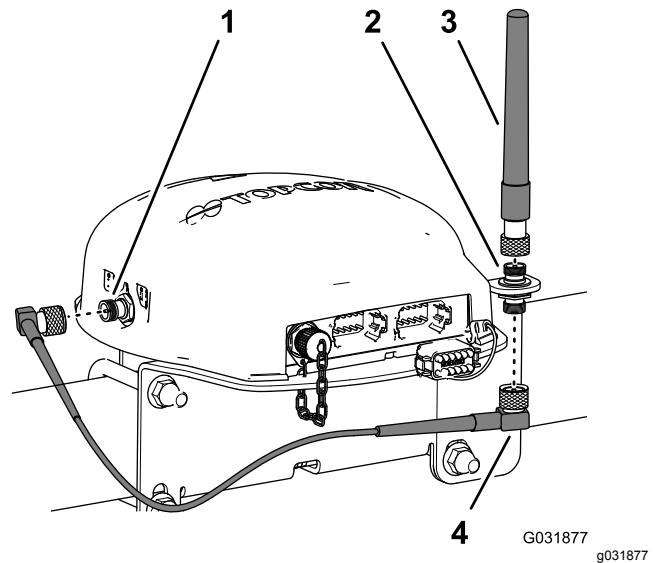

Figura 128
4. Monte sem apertar o cabo da antena na união inferior do acoplador coaxial (Figura 128).
5. Passe o cabo pela traseira do recetor de navegação para o conector coaxial do modem celular CDMA ou GSM (Figura 128).
6. Monte o cabo da antena no conector coaxial do modem celular CDMA ou GSM (Figura 128).
3. Monte a antena RTK na união superior do acoplador coaxial e aperte a porca serrilhada da antena à mão (Figura 128).